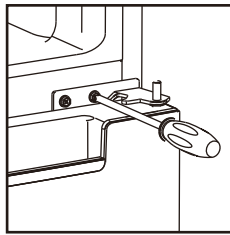

Рисунок 11
3. Снимите верхнюю дверь, используя крестовую отвертку, открутите центральную петлю нижней дверцы, после чего снимите нижнюю дверь (рис. 11).